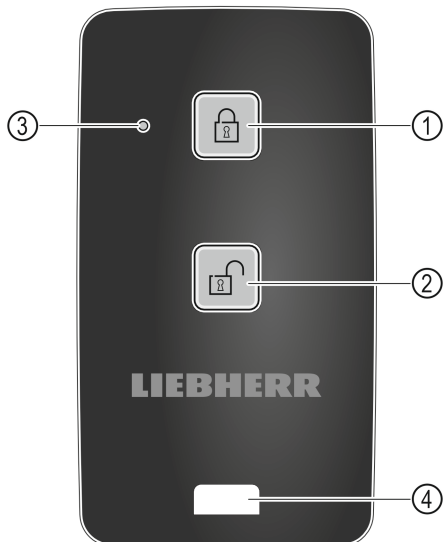

Fig. 110
- ▶ Stlačte tlačidlo Fig. 110 (1) na diaľkovom ovládaní.
- ▶ Stlačte tlačidlo Fig. 110 (2) na diaľkovom ovládaní.
- ▶ LED stavu Fig. 110 (3) vydá po stlačení tlačidla optickú odozvu.
- ▶ Oko Fig. 110 (4) na upevnenie diaľkového ovládania, napríklad na zväzku kľúčov.